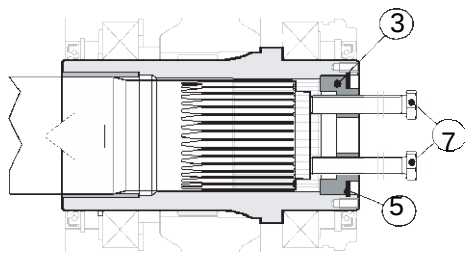

fig.14
Inserire nei due fori filettati presenti sul fondello (pos. 3) n° 2 viti (pos. 7), avvitarle fino ad appoggiarle all'albero della macchina (pos. 1), quindi continuare ad avvitarle in modo alternato, facendo al massimo un giro per volta (vedi fig. 14).